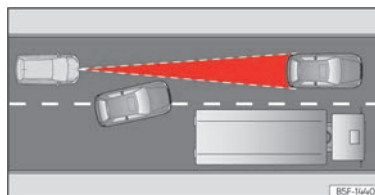

Abb. 106 Fahrspurwechsel eines anderen Fahrzeugs.
- Fahrzeuge, die in geringem Abstand auf die eigene Fahrspur wechseln »» (Abb. 106).